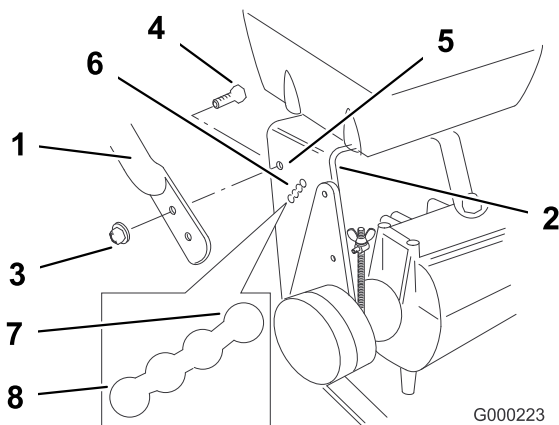

Figure 3
1. Alignez le guidon sur les trous de montage supérieurs du bâti arrière (Figure 3).
2. Fixez le guidon dans chaque trou de montage supérieur avec un boulon à embase (3/8 x 1 inch) assorti d'un écrou à embase (3/8 inch) (Figure 3).
3. Choisissez la position inférieure pour le trou de montage inférieur (Figure 3).
4. Fixez le guidon dans chaque trou de montage inférieur avec un boulon à embase (3/8 x 1 inch) assorti d'un écrou à embase (3/8 inch) (Figure 3).